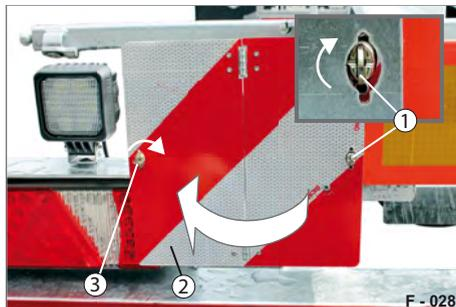

Abb. 47 Park-Warntafel, Alu-Blech
- ▶ Drehen Sie den Drehverschluss (Abb. 47/1) in senkrechte Stellung.
- ▶ Klappen Sie die Teilhälfte (Abb. 47/2) der Warntafel auf.
- ▶ Sichern Sie die Teilhälfte mit dem Drehverschluss (Abb. 47/3) - in waagerechte Stellung drehen.